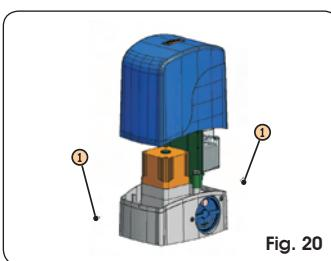

Fig. 20
Breng de bevestigingsbeugel van de sturings print terug in de oorspronkelijke positie. Breng de beschermkap aan, Fig. 20, en draai de twee bijgeleverde schroeven op de zijkanten aan, Fig. 20, ref. ①.